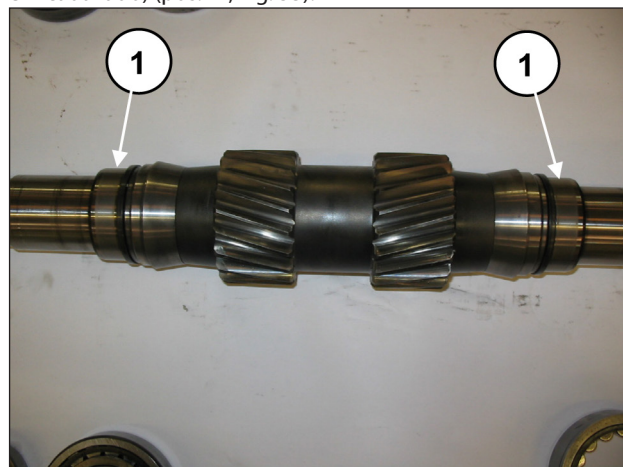

Fig. 53
insira no eixo PTO os dois anéis internos dos rolamentos (um em cada lado) (pos. ①, Fig. 53).